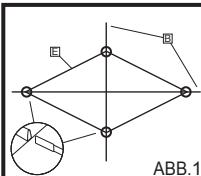

ABB.1
2. Setzen Sie die Pfosten <B1> vollständig in die Durchführungen ein. (ABB.1)